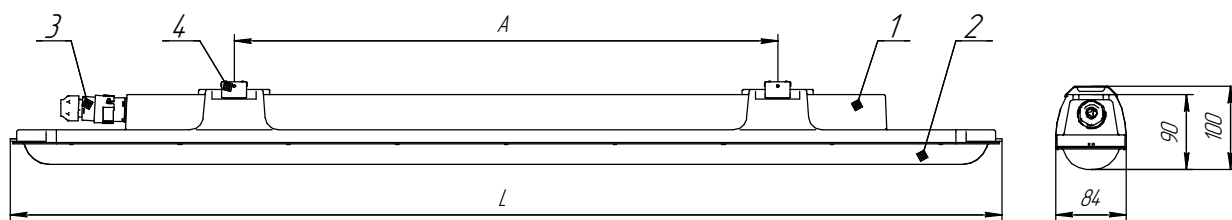

Рисунок 1 - Внешний вид и габаритные размеры светильника серии ДСП51 Leader
3.2 Светильник ДСП51 Leader, в соответствии с рис. 1, 2, 3 приложения А, состоит из корпуса в сборе поз. 1, рассеивателя поз. 2, разъем для подключения поз. 3, скоба подвеса поз. 4.